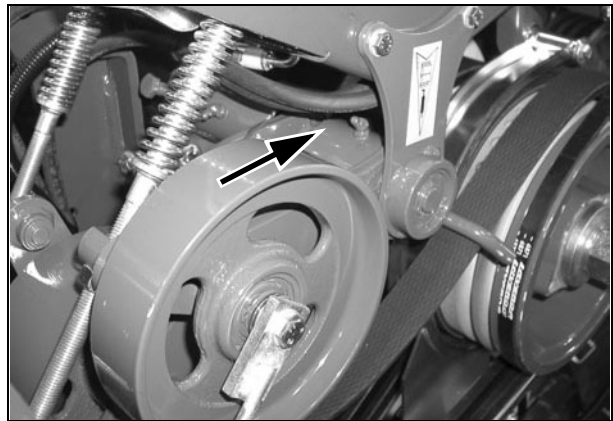

Рис. 18
11. НАТЯЖНОЕ УСТРОЙСТВО ПРИВОДНОГО РЕМНЯ РАЗГРУЗОЧНОГО ШНЕКА - Рис. 18